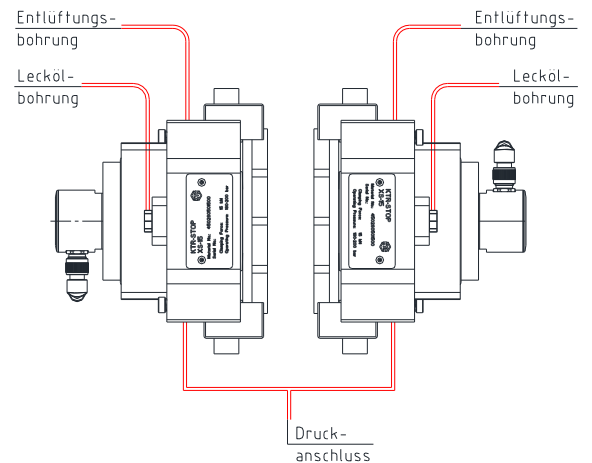

Bild 8: Druckanschluss einer Bremse
Die Bremse, bestehend aus zwei Hälften, immer an eine Druckleitung (siehe Bild 8) anschließen, da bei Versagen einer Bremsenhälfte die Bremsscheibe einseitig mit voller Bremskraft belastet wird.
- Schließen Sie die Druckölleitung an die Druckanschlüsse der Bremse an (siehe Bild 8, 9 und 10), hierfür vorher die Verschlusschrauben entfernen.
- Schließen Sie die Leckageölleitung an die Bremse an (siehe Bild 8, 9 und 10), hierfür vorher die Schraubstopfen entfernen.